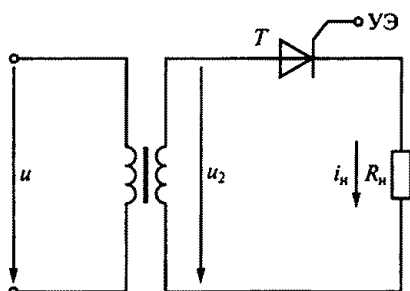

Рис. 200
8.13.Р. В каких пределах необходимо изменить время подачи управляющего импульса t_y на управляющий электрод (УЭ) в схеме однополупериодного выпрямителя на тиристоре T (рис. 200), чтобы ток в нагрузке изменился от максимального значения до нуля?